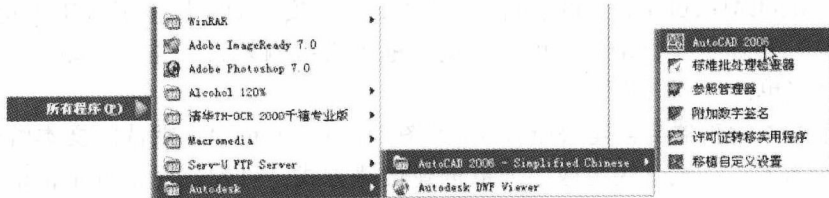

图 1-13 从开始菜单栏启动
2) 开始菜单启动: 单击“开始”按钮, 从开始菜单的 Autodesk 工作组进入 AutoCAD 2006 程序, 如图 1-13 所示。